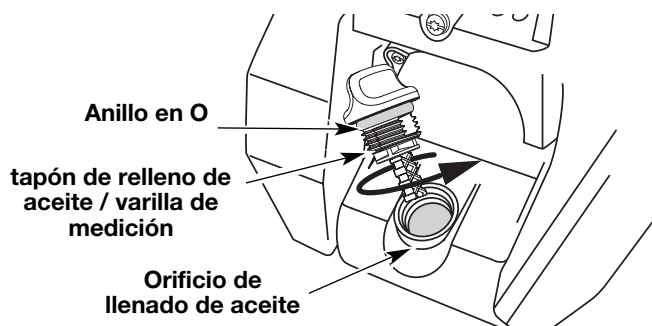

Fig. 24
6. Si el nivel está bajo, agregue una pequeña cantidad de aceite en el orificio de llenado de aceite y vuelva a medir (Fig. 24). Repita hasta que el nivel de aceite llegue hasta la parte superior de la varilla de medición.
**NOTA:** Verifique que el anillo en O esté en su lugar en el tapón de relleno de aceite / varilla de medición cuando mida y cambie el aceite (Fig. 24).